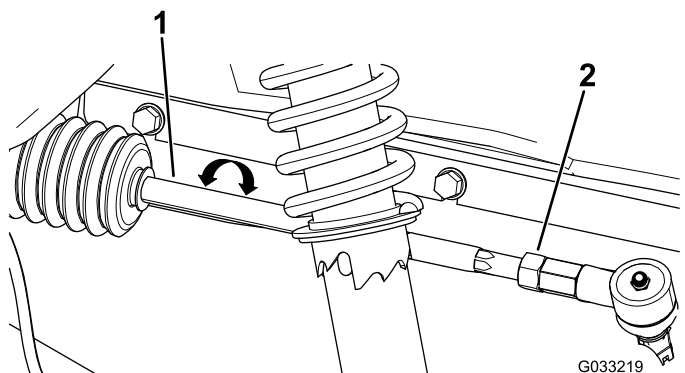

Bild 42
2. Wenn der Wert nicht zwischen 0 und +/- 3 mm liegt, lösen Sie die Klemmmuttern am äußeren Ende der Spurstangen (Bild 42).